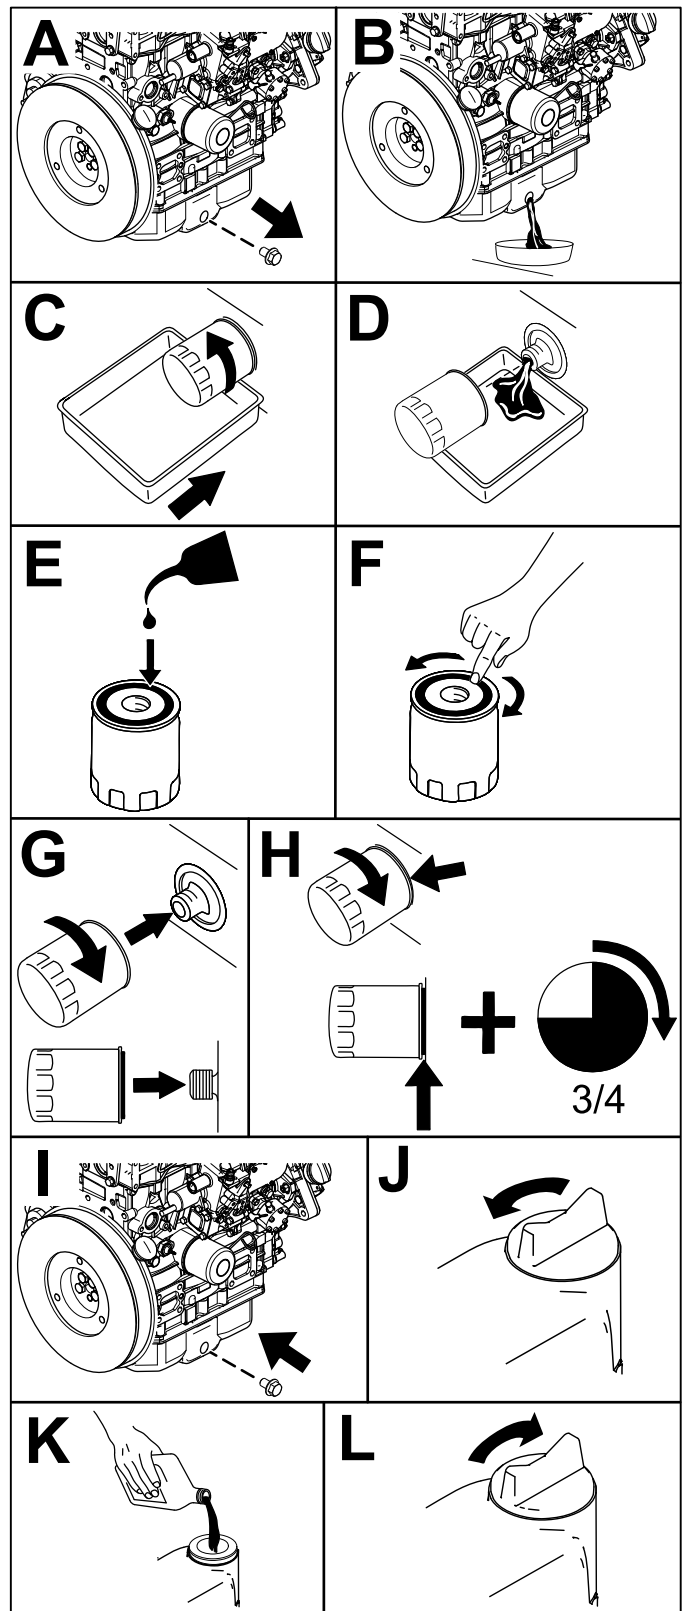

Figura 63
6. Înlocuie uleiul de motor i filtrul de ulei de motor conform indicațiilor din Figura 63.